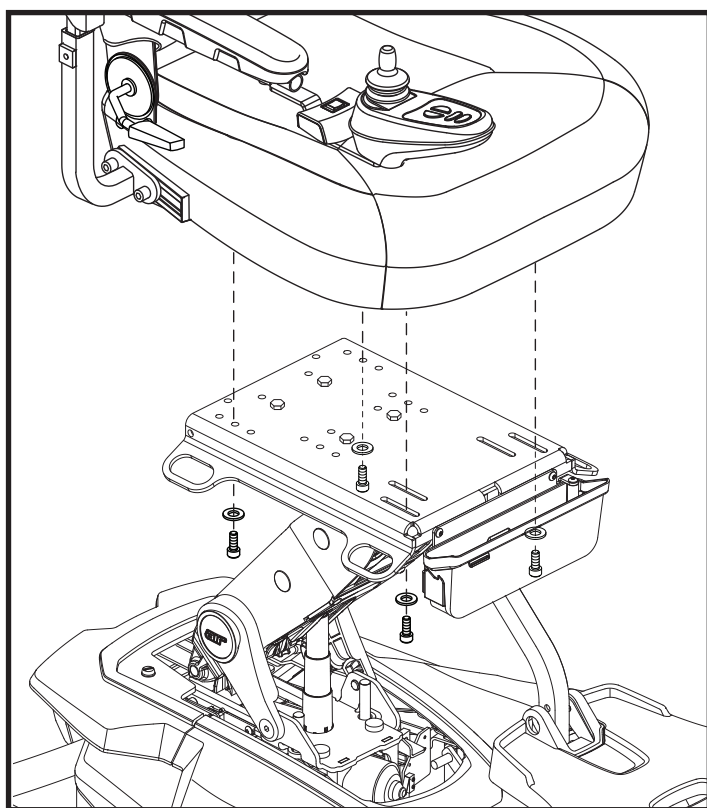

Figure 10. Installation du siège
9. Basculez le siège vers l'arrière. Commencez avec le boulon et la rondelle avant à travers le fente dans la plaque du siège et alignez avec le trou taraudé dans la partie inférieure du siège. Commencez à serrer à la main, laissez lâche. **Voir la figure 10.**